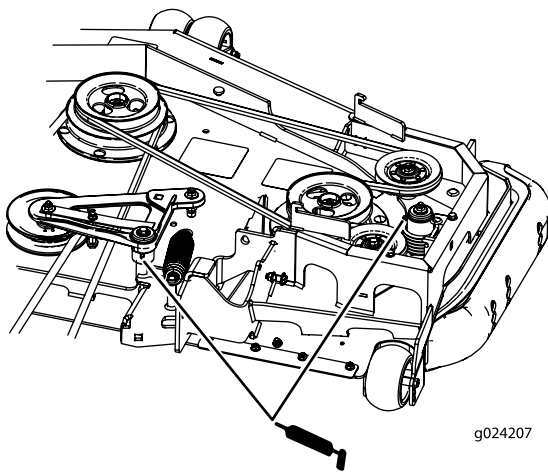

Figura 39
4. Engrase los brazos tensores de la correa de la carcasa (Figura 39).